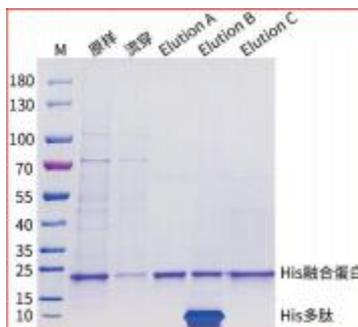

图 2.Magneti-Q His 标签蛋白纯化试剂盒纯化分泌蛋白的 SDS-PAGE 电泳图
- 5) 对洗脱产物进行 SDS-PAGE 电泳, 结果请见图 2。